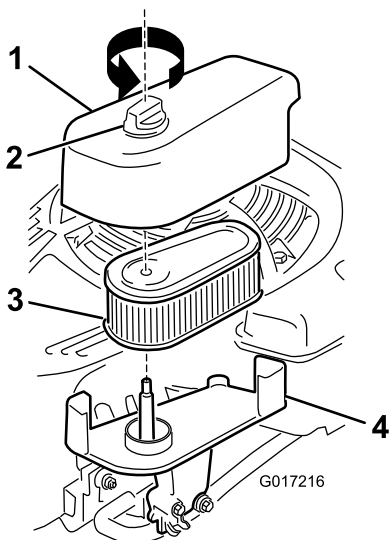

Рисунок 30
1. Ослабьте фиксатор и снимите крышку воздушного фильтра (Рисунок 30).